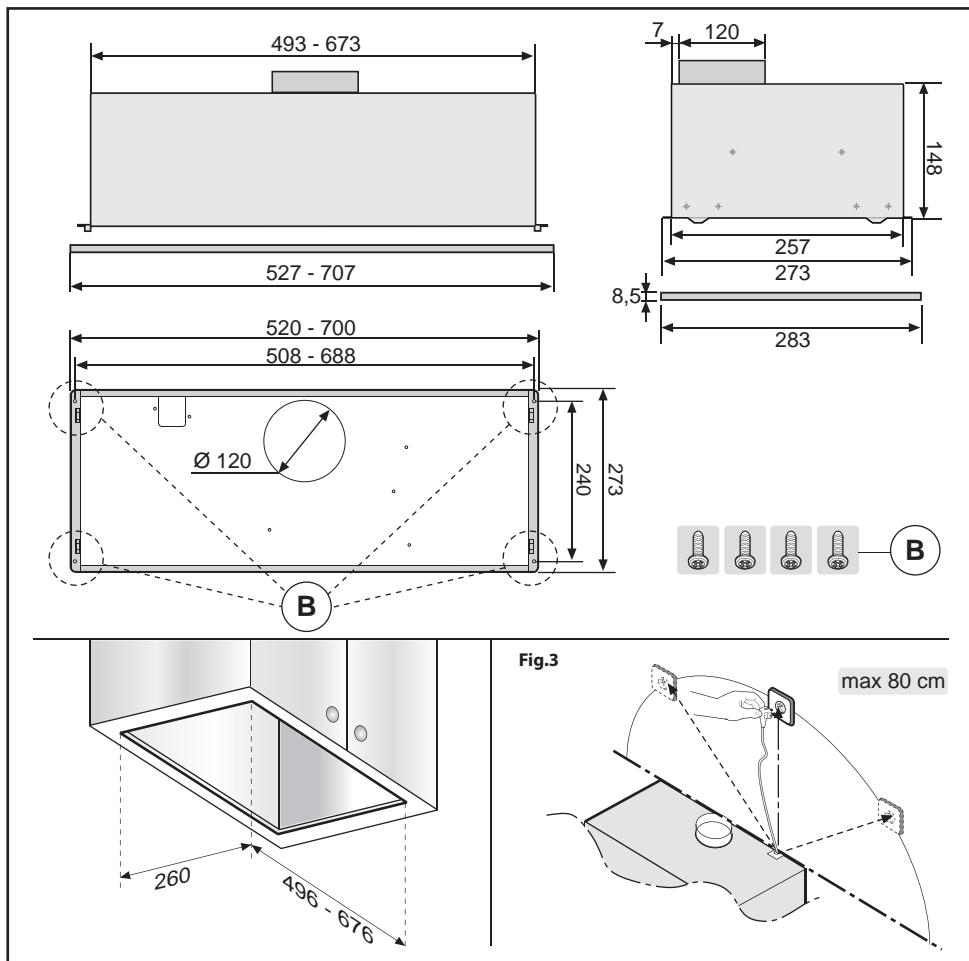

Fig.2
• Montaggio della cappa nella parte inferiore del pensile (Fig.2):